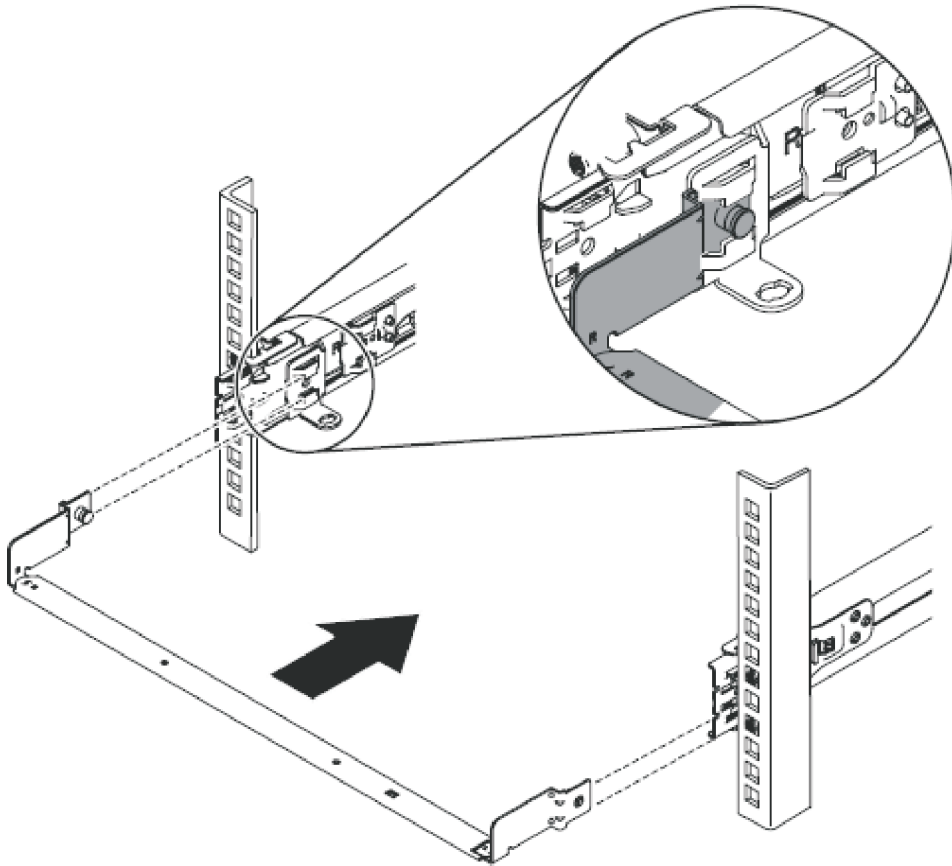

Figura 26. Instalando o Braço de Suporte para Organização de Cabos
1. Na traseira do rack, instale o braço de suporte para organização de cabos. Insira ambas as extremidades do braço de suporte para organização de cabos no trilho deslizante, conforme mostrado pela Figura 26 na página 30.